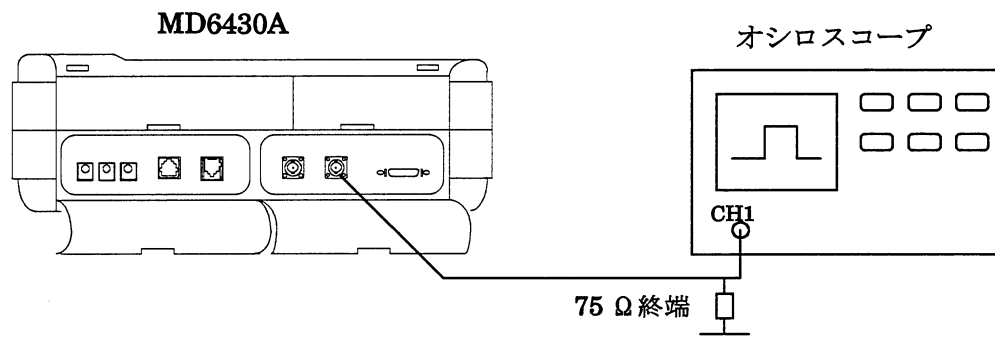

図 8.2-9 パルスマスク試験 接続方法 (G.704/I.431 2.048M)
本器とオシロスコープを図 8.2-9のように接続します。
(1) 接続
G.704/I.431 2.048M (インピーダンス 75 Ω) のときと同様です。本器とオシロスコープを図 8.2-9のように接続します。
(2) 本器の設定
8.2.1.1 (2) と同様に設定条件を初期化します。現在の設定が必要な方は初期化する前にメモリに設定を保存してください。